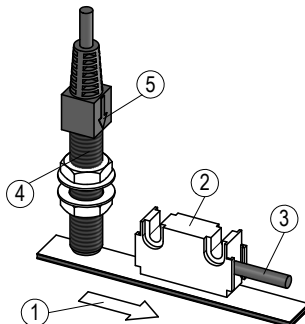

Abb. 7: Definition der Zählrichtung
- ▶ Auf richtige Ausrichtung des Magnetsensors achten, damit die optimale Abtastung gewährleistet ist (siehe Abb. 7).